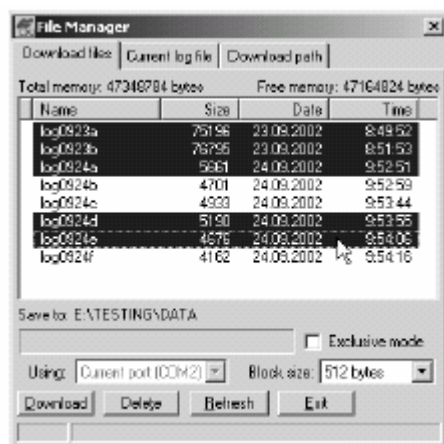

Figura 3-10. Descarga de Archivos
8. Seleccione la pestaña **Descargar archivos** y seleccione el archivo(s) a descargar (Figura 3-10).